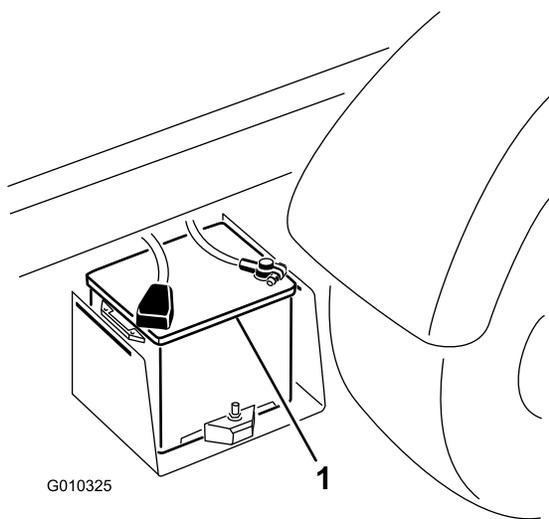

Рисунок 50
- Соедините кабелем для подключения от внешнего источника положительные штыри двух аккумуляторных батарей (Рисунок 50). Положительный штырь может быть распознан по знаку + на верхней стороне крышки аккумуляторной батареи.